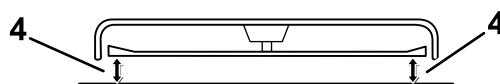

Figure 53
- Faites pivoter la ou les lames avec précaution pour qu'elles soient toutes parallèles (Figure 53 et Figure 54).
- Mesurez la distance entre les tranchants extérieurs et la surface plane (Figure 53 et Figure 54).